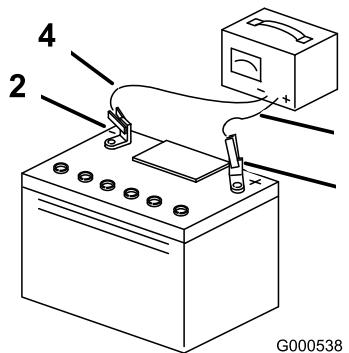

Bild 34
- Ziehen Sie, wenn die Batterie voll geladen ist, den Stecker des Ladegeräts aus der Dose. Klemmen Sie dann die Klemmen des Ladegeräts von den Batteriepolen ab (Bild 34).